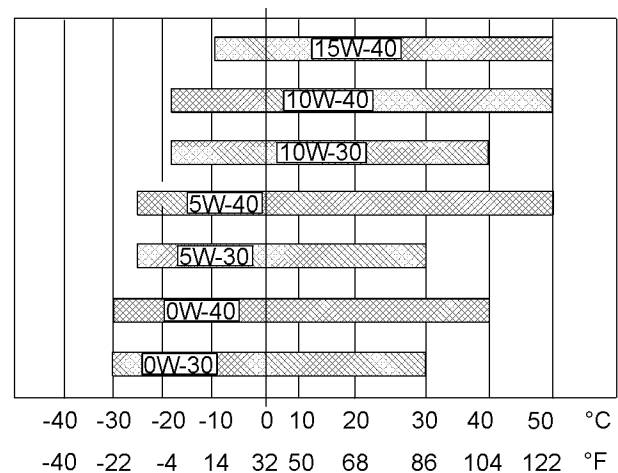

Ilustración 40
Consulte la Ilustración 40 (temperatura máxima) para seleccionar la viscosidad de aceite para la operación del motor a la temperatura ambiente más alta esperada.
- Consulte las “viscosidades de lubricante” correctas. Consulte la Ilustración 40 para encontrar el grado correcto de viscosidad de aceite para su motor.